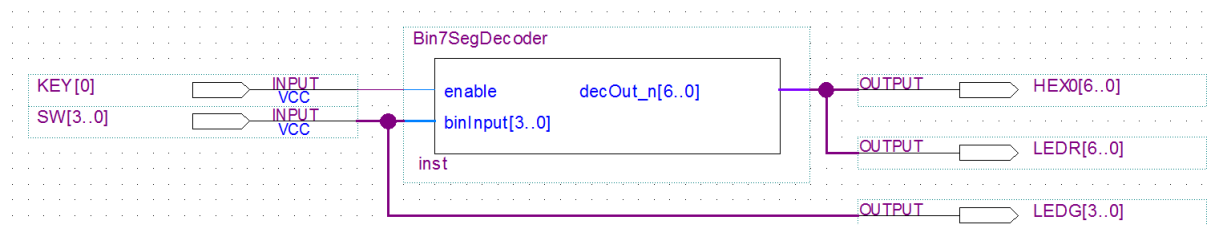

Figura 12 – Instanciação do módulo “Bin7SegDecoder” com *enable* e ligação a pinos da FPGA.
13. Edite o módulo *top-level* do projeto (“DisplayDemo.bdf”) para que a entrada *enable* do decodificador seja controlada por um interruptor do *kit* (e.g. KEY(0) – vide Figura 12). Como a interface do módulo “Bin7SegDecoder.vhd” foi alterada, deverá voltar a instanciá-lo.